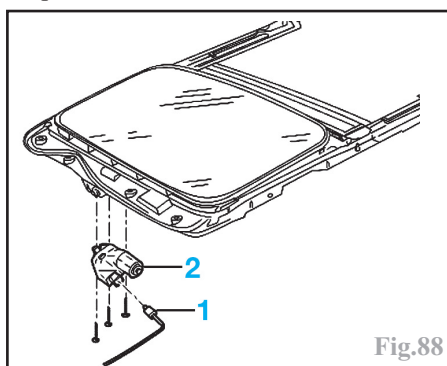

Fig.88
Débrancher le connecteur (1) du moteur (2) (Fig.88)